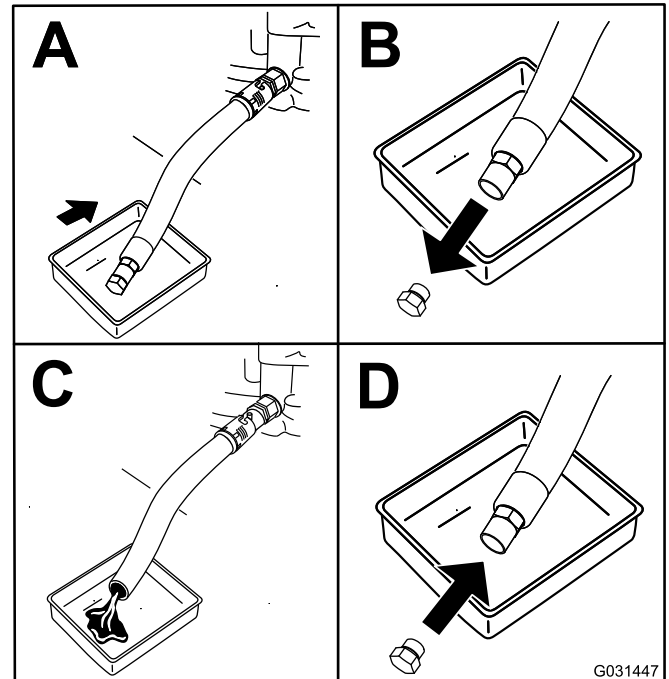

Bild 44
4. Wechseln Sie das Motoröl in den folgenden Situationen Bild 44.